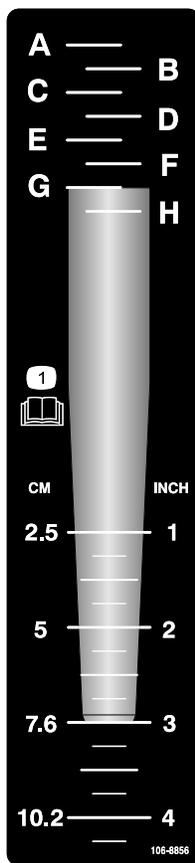

Figure 23
1. Placez le louchet voulu sur l'autocollant de profondeur, tout en alignant la pointe du louchet sur la profondeur d'aération recherchée, comme illustré à la Figure 23.
2. Observez la lettre alignée avec l'extrémité de montage du louchet (Figure 23). Réglez la commande de profondeur à la lettre correspondante sur l'autocollant.